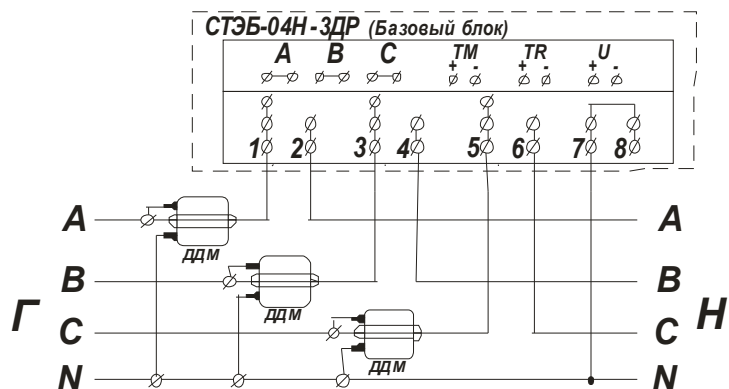

Рисунок 2 – Схема подключения счетчика
4.4 Для установки ББ следует снять клеммную крышку, закрепить ББ на панели тремя винтами, провести подключение счетчика к сети 3х220 В (смотри рисунок 2). Включить сеть 3х220 В.